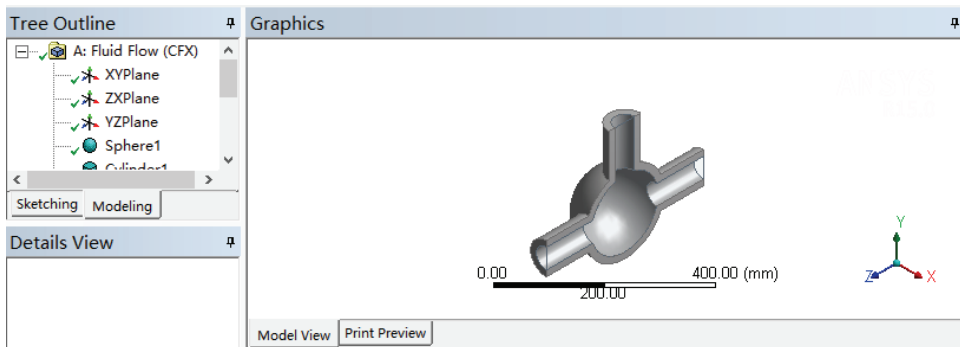

图 24-2 DM 模型
3) 双击项目 A 中的 A2 栏 Geometry, 此时会进入到 DM 界面, 查看模型如图 24-2 所示, 此时如果设计树中显示 ⚡, 表示需要生成模型, 此时进行步骤 4), 否则可直接进入步骤 5)。